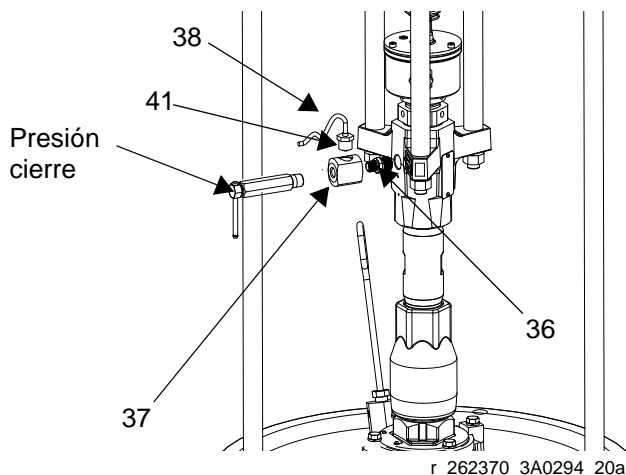

FIG. 27: Instalación del sensor de presión
- b. Aplique el sellador suministrado en el adaptador (36), el colector (37) y la válvula de presión. Instale estos tres en el orden mencionado. Consulte la FIG. 27.
- c. Desconecte el cable del sensor a PT1. Instale la junta tórica (41) y el sensor de presión (38); utilice alambres (35) para sujetar el cable al elevador y a la manguera de aire.